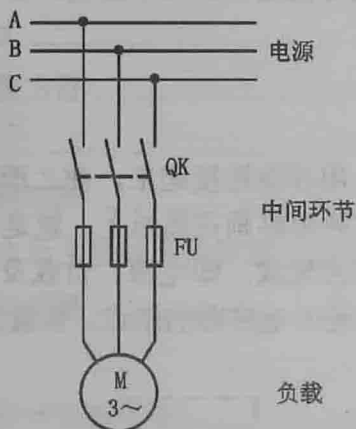

图 1-2 用三极刀闸开关控制一台三相异步电动机启动与停止的电气原理图
下面给出用三极刀闸开关控制一台三相异步电动机启动与停止的电气原理图,如图 1-2 所示。
电路中各电气设备和控制器件的文字符号必须按照国家标准 GB7159—87 规定的文字符号标明,如图 1-2 中 QK 代表三极刀闸开关, FU 代表熔断器, M 代表三相电动机。
电气原理图中的各电气设备和控制器件,按照先后工作顺序纵向排列,或者水平排列。如图 1-2 中的三极刀闸开关 (QK)、熔断器 (FU)、电动机 (M) 就是按先后工作顺序纵向排列的。